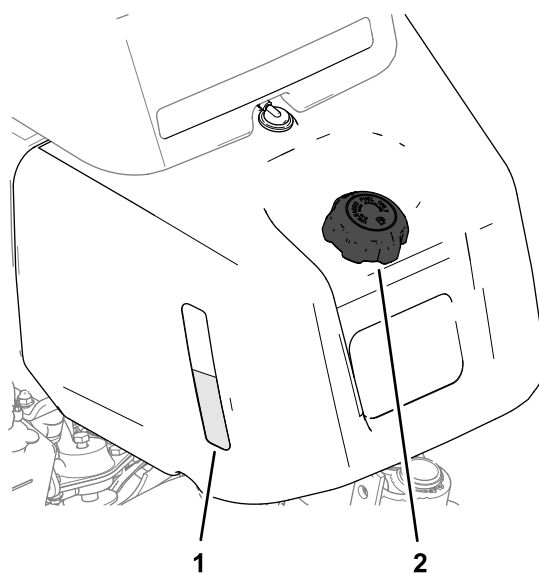
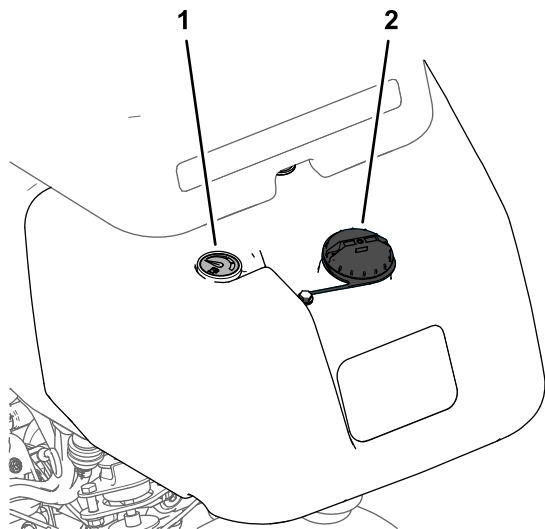

Figura 23
Figura 24
1. Limpie alrededor del tapón de combustible y retírelo (Figura 23 o Figura 24).